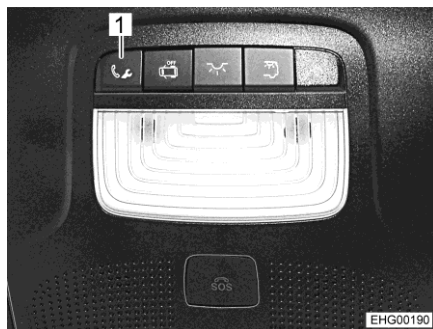

Fig. 11 Tecla para llamada en caso de avería
- Pulsar la tecla (Fig. 11,1) para llamada en caso de avería. Se inicia la llamada al centro de asistencia al cliente de Mercedes-Benz.